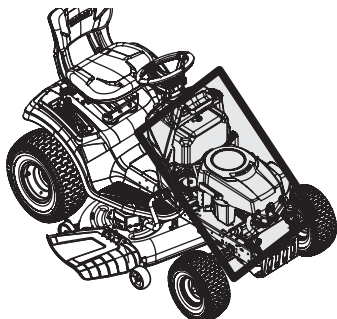

Figura 31
- Limpie debajo del capó, incluyendo el colector de escape, alrededor de los fusibles, todo el cableado y mazos de cables, tubo del silenciador, protector del silenciador, filtros de admisión del motor y aletas de refrigeración, etc. Consulte la Figura 31.